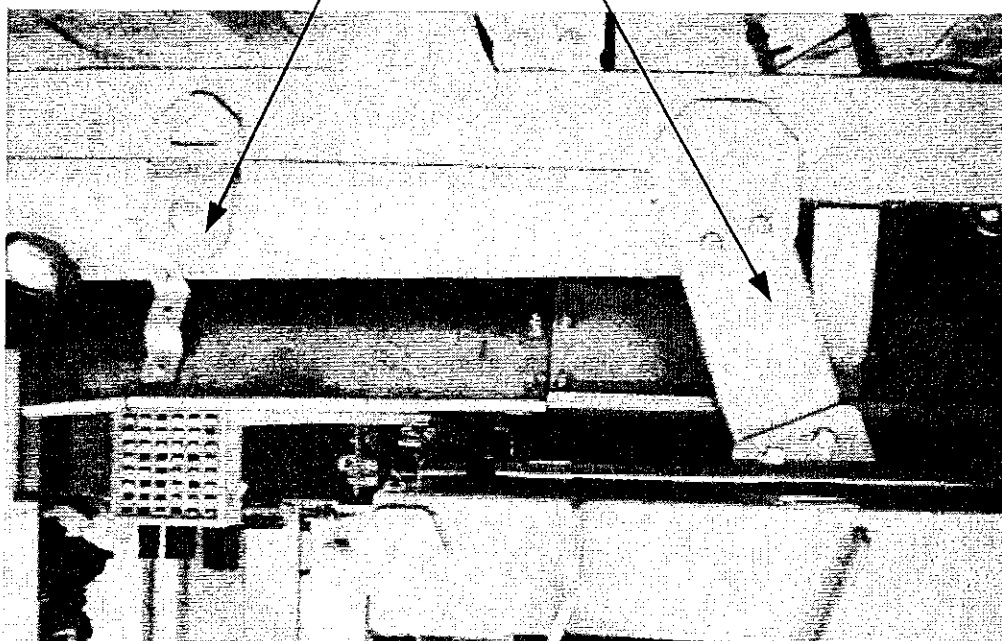

Fig. 5-10
- 3) Collegare i ganci di sollevamento ai relativi punti di attacco già predisposti sul nastro part. 2 di fig. 5-10.
- 5) Togliere i quattro attacchi che collegano il nastro alla struttura della macchina part. 3 di fig. 5-10.